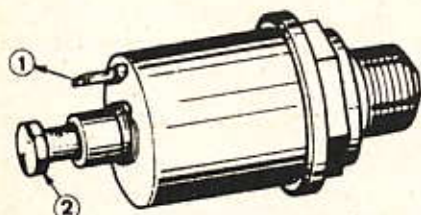

Fig. 3. — Electro-Valve Jaeger
L'électro-valve (fig. 3) est un clapet électro-magnétique permettant de pulvériser une quantité additionnelle d'essence dans le répartiteur, pendant le fonctionnement du démarreur, afin de faciliter les démarrages. (1) est la fiche d'alimentation, (2) est le raccord d'arrivée d'essence qui doit être serré avec un couple de 0,75 m.kg.